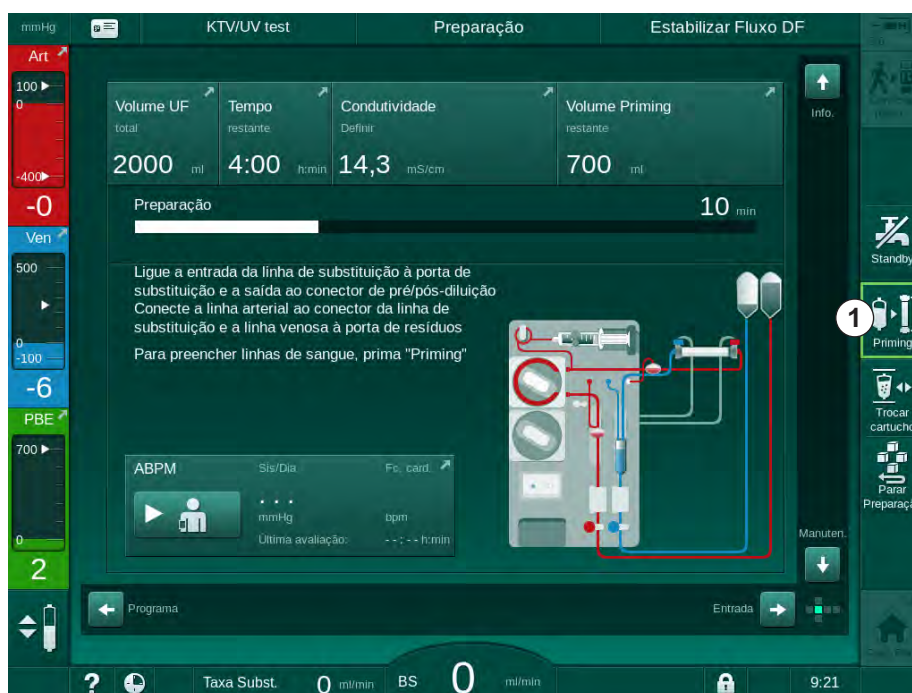

Fig. 3-16 Ícone destacado Priming
Se for necessário tocar num botão para se prosseguir para a seguinte fase de funcionamento do equipamento (por ex. iniciar priming, entrar no tratamento), este botão é destacado com uma moldura intermitente (consultar Fig. 3-16, ①).